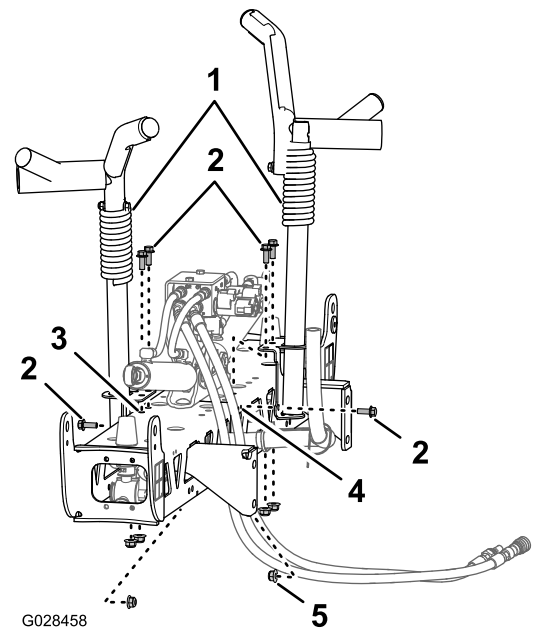
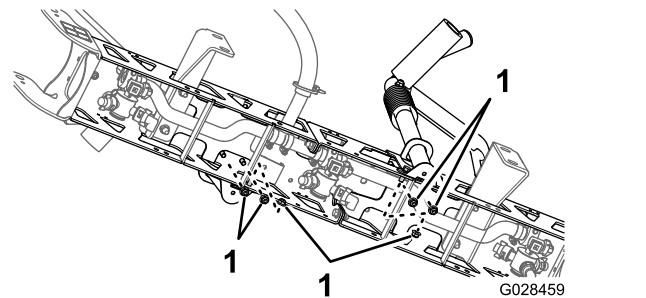

Figura 37
Figura 38
- Allineate le barre per il trasferimento alla sezione della barra centrale (Figura 37).
- Montate le barre per il trasferimento alla sezione della barra (Figura 37 e Figura 38) con 6 bulloni ($\frac{3}{8}$ " x 1") e 6 dadi di bloccaggio flangiati ($\frac{3}{8}$ ").